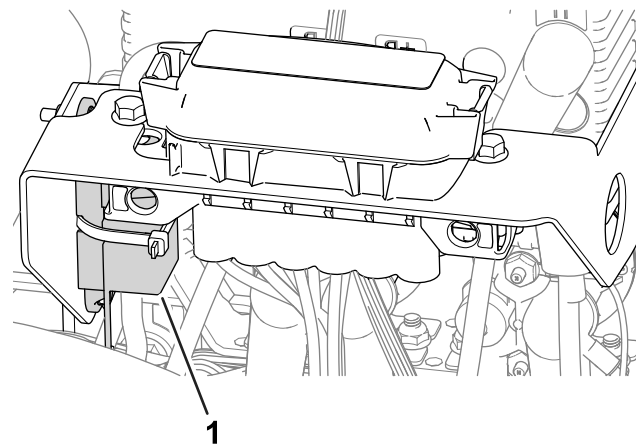

Figura 57
- O fusível do motor da roda esquerda (60 A) encontra-se sob a cobertura no lado esquerdo da máquina, junto dos fusíveis do circuito da transmissão do cilindro (**Figura 57**).